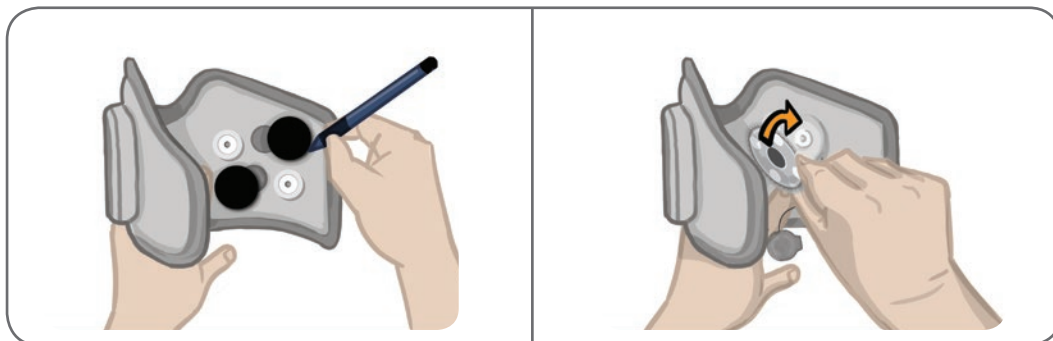

Ilustración 8-7: Marque la posición de la base del electrodo (izquierda)
2. Marque la posición de las bases de electrodos usadas en el revestimiento de la banda de EF con un marcador indeleble. Consulte la ilustración 8-7.